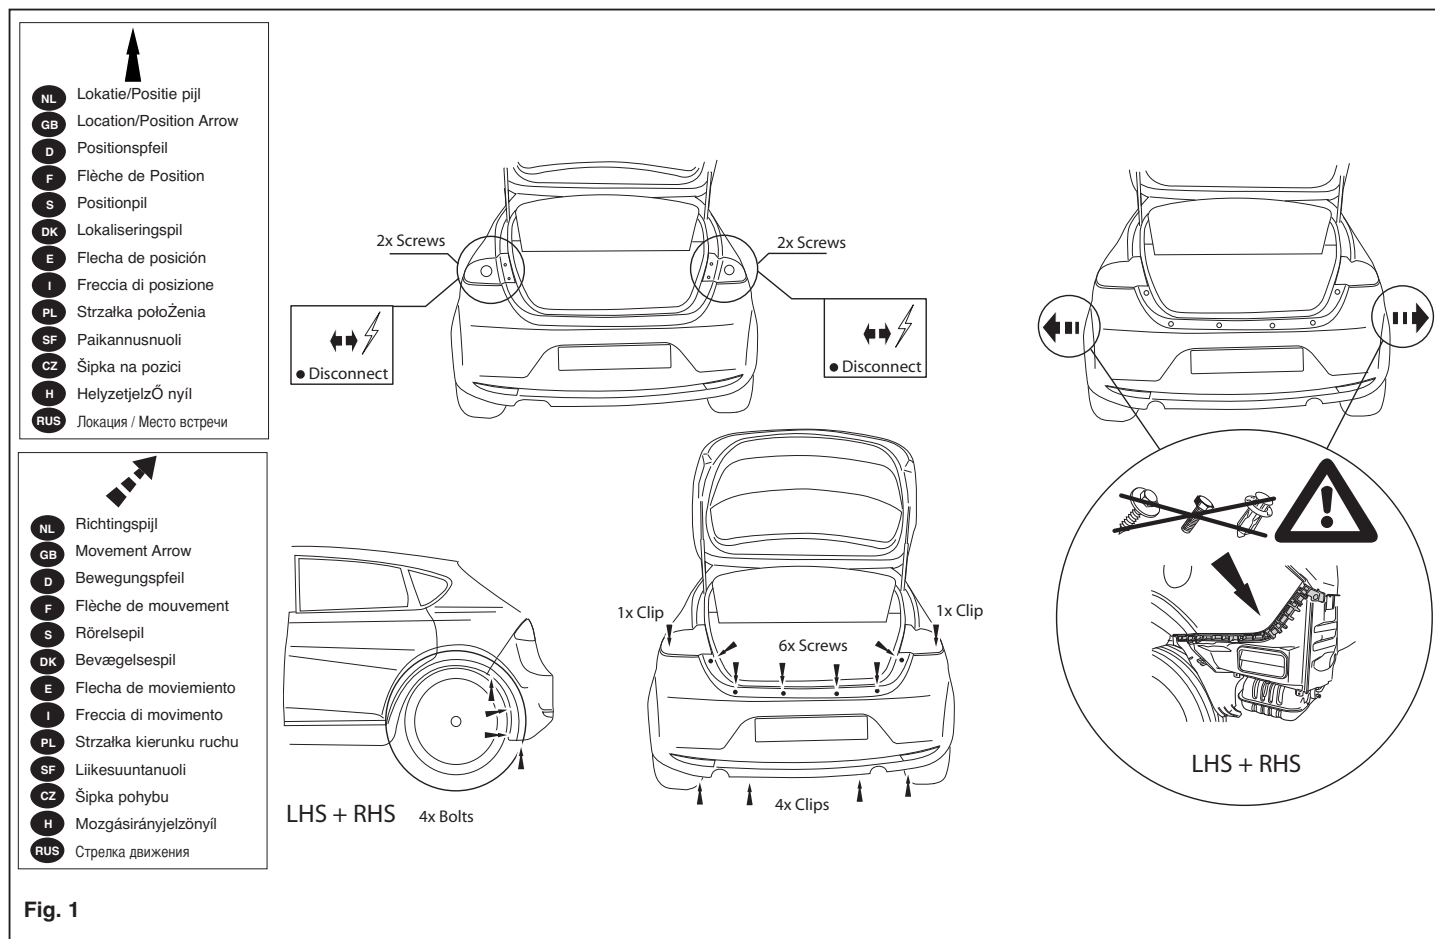

Fig. 1
3. Demonter kofangeren. Se fig. 1.
2. Снять оба блока задних фар. См. рисунок 1.
3. Снять бампер вместе. См. рисунок 1.
2. Zdemontować zespół tylnych świateł. Patrz rysunek 1.
3. Zdemontować z pojazdu zderzak. Patrz rysunek 1.
6. Zdemontować piścisk holowniczy (L). Tego nie będzie się ponownie używać.